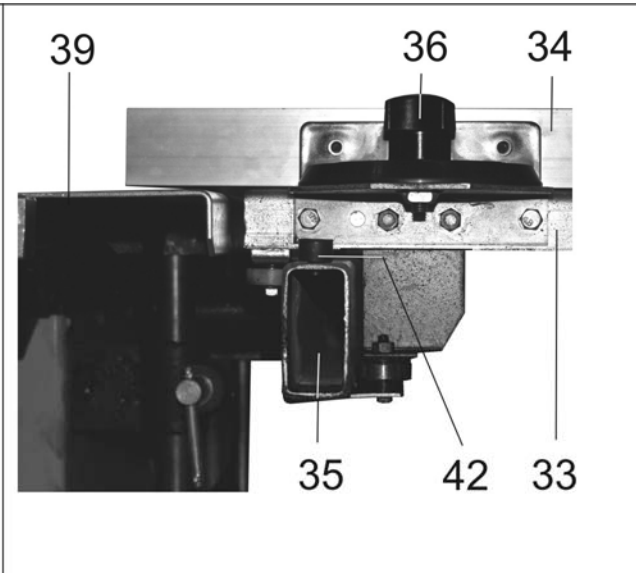

Рис. 5
8.3.1. Как показано Рис.5, с направляющей рейки (35) демонтируйте ограничитель (42), установите пильный суппорт (33) и установите ограничитель (42) на прежнее место.